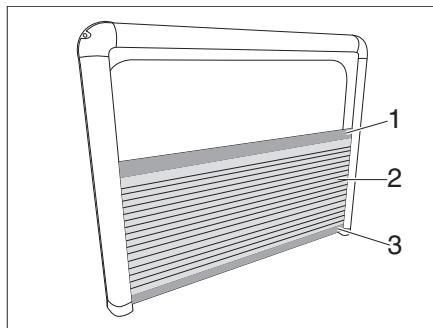

Fig. 81 Tenda a rullo, pieghettata
*Chiusura:* ■ Sollevare l'oscurante a rullo (Fig. 81,2) afferrando il listello superiore (Fig. 81,1) e spingere il listello inferiore (Fig. 81,3) verso il basso.
*Apertura:* ■ Spingere il listello superiore (Fig. 81,1) verso il basso. La finestra aperta è protetta dalla zanzariera.
*Apertura senza zanzariera:* ■ Spingere il listello inferiore (Fig. 81,3) verso l'alto. La finestra aperta non è protetta non dalla zanzariera.